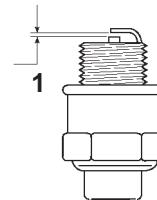

Bild 17
5. Stellen Sie den Elektrodenabstand auf 0,76 mm ein (Bild 17).